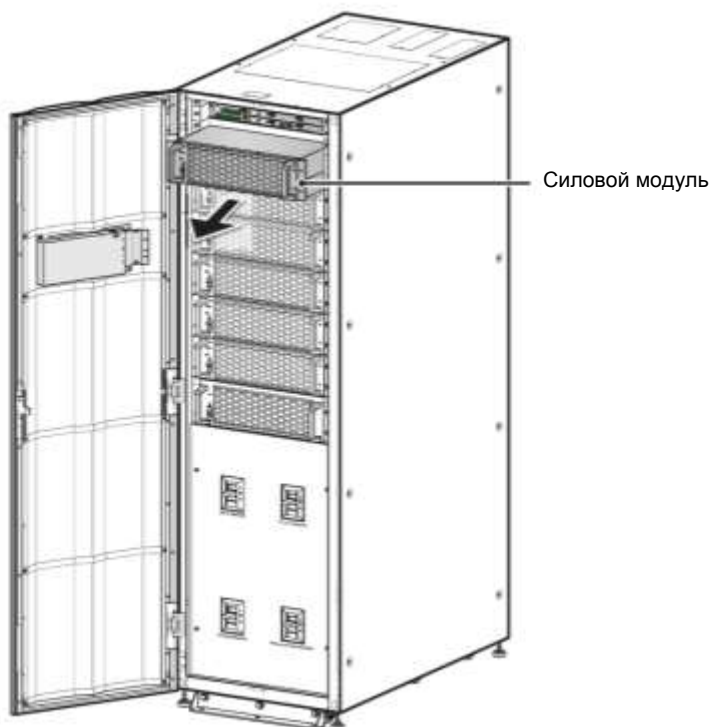
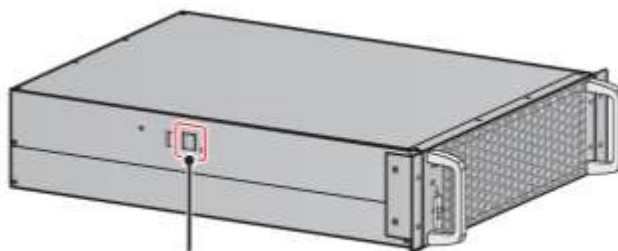

Рисунок 5-51: Демонтаж силового модуля
Рисунок 5-52: Нажатие на фиксатор силового модуля
- 3) Выдвиньте силовой модуль из слота (понадобится два человека), см. **Рисунок 5-51**. Когда модуль дойдет до упора, нажмите замок (см. **Рисунок 5-52**) на левой стороне силового модуля для продолжения извлечения его из шкафа ИБП.